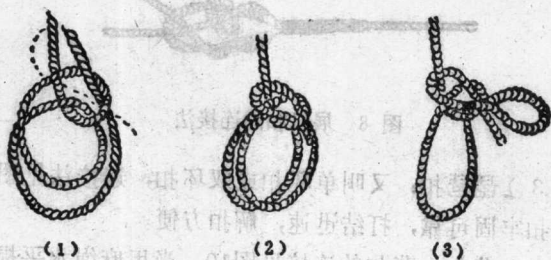

图 10 背扣的连接法
(4) 背扣：背扣的连接见图 10。当用麻绳水平提升木杆或管子等轻而长的物件，或在起吊重物时临时用麻绳拖拉重物不使晃动常用这种绳扣。它的特点是愈拉愈紧，打扣及解扣方便迅速。